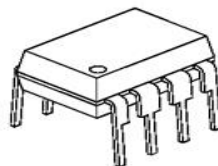

图 1 PIC12C508 单片机外型
1) PIC 最大的特点是不搞单纯的功能堆积，而是从实际出发，重视产品的性能与价格比，靠发展多种型号来满足不同层次的应用要求。就实际而言，不同的应用对单片机功能和资源的需求也是不同的。比如，一个摩托车的点火器需要一个 I/O 较少、RAM 及程序存储空间不大、可靠性较高的小型单片机，若采用 40 脚且功能强大的单片机，投资大不说，使用起来也不方便。PIC 系列从低到高有几十个型号，可以满足各种需要。其中，PIC12C508 单片机仅有 8 个引脚，是世界上最小的单片机，如图 1 所示：